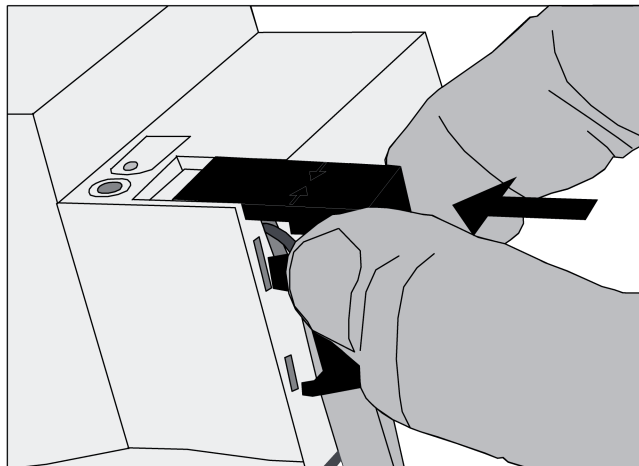

Рисунок 7: Установка защитной крышки
- Вставить защитную крышку поверх клеммы шины и зафиксировать со щелчком (рисунок 7).